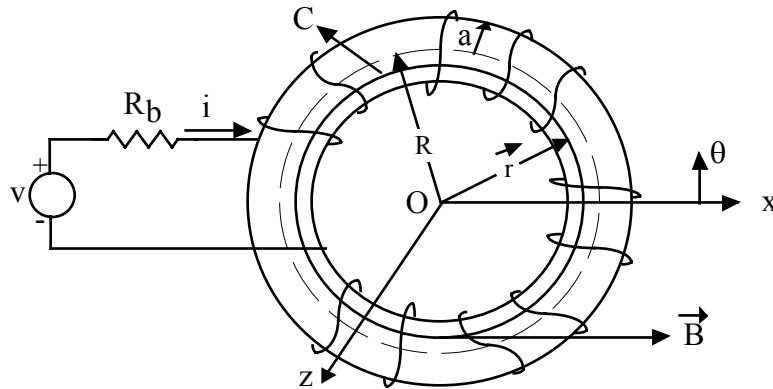

Figura 1.1
1.1.- El toroide de la Figura 1.1 tiene una bobina con 600 espiras, su radio medio “R” es de 10 cm. y el radio “a” de la sección del núcleo es de 2 cm. Si se aplica una tensión $v(t) = 150\sqrt{2} \cos 100\pi t$ volt, determine: